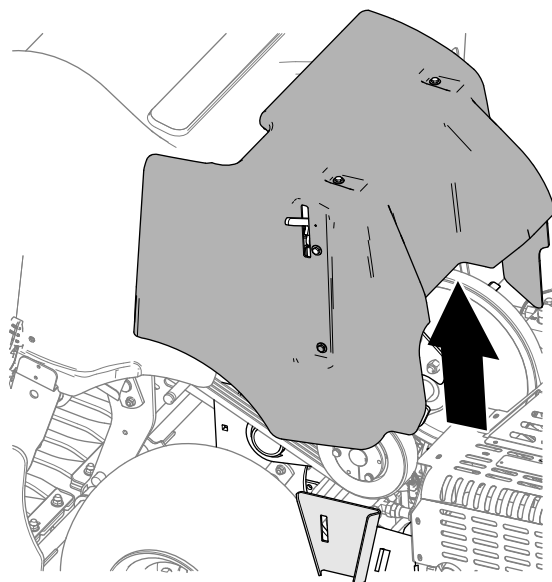

Figura 132
3. Levante a cobertura da correia da máquina (Figura 132).